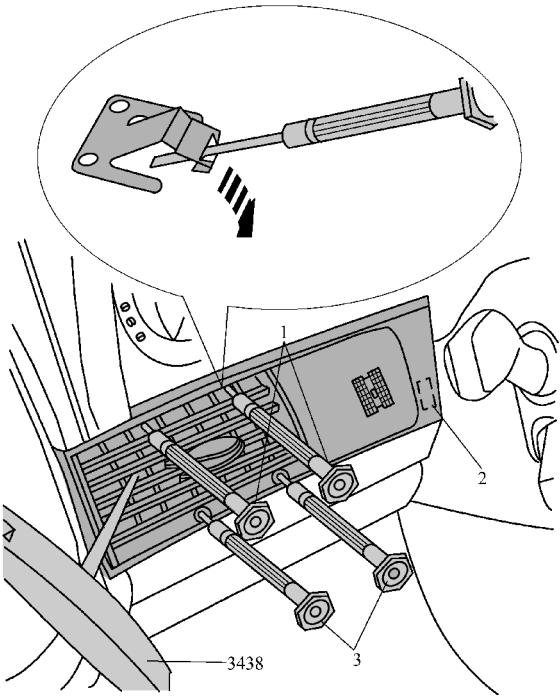

图 9-2-2 用钩子 3438 从两侧将仪表板出风口从安装开口中拔出(一)
(1) 使用转向柱调整装置的整个调整范围，尽量把转向盘向后放低。
(2) 关闭点火开关并拔出点钥匙。
(3) 将装饰板弹簧销 2 用拆卸楔 3409 从仪表板上松开，将仪表板出风口叶片调到水平。通过插入钟表匠用螺钉旋具 1 和 3，如图中箭头所示，脱开全部 4 个固定夹头。
(4) 如图 9-2-2 所示，仪表板出风口两侧都有一个孔，用于挂入钩子 3438，用钩子 3438 从两侧将仪表板出风口从安装开口中拔出，这时钟表匠用螺钉旋具必须仍然插着。
(5) 若带有仪表板出风口和前照灯光线水平调整旋转式调节器，则断开其上的电气插接器。
(6) 将装饰板弹簧销 1 用拆卸楔 3409 从仪表板上松开。
(7) 将仪表板出风口叶片调到水平。